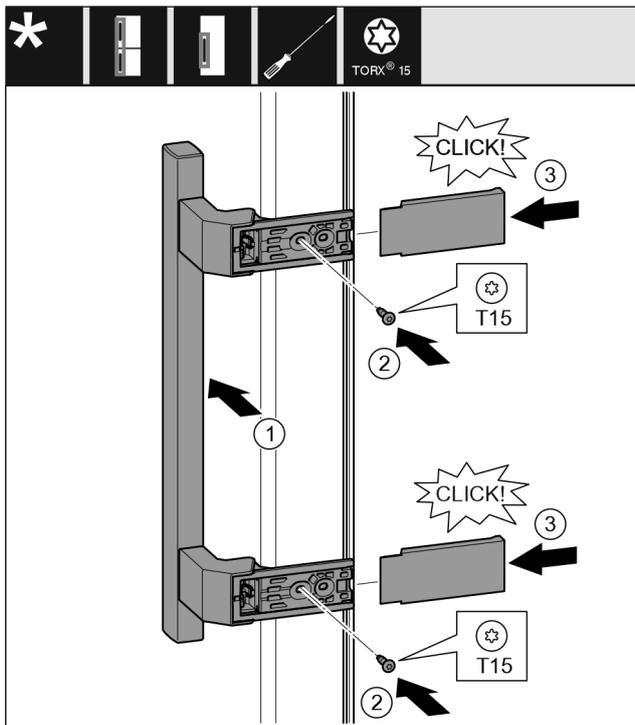

Fig. 20
- ▶ Držadlo nasadíte na opačnú stranu. Fig. 20 (1)
- ▶ Skrutkovačom T15 pevne zaskrutkujte skrutky. Fig. 20 (2)
- ▶ Kryty nasadíte a nasuňte z boku. Fig. 20 (3)